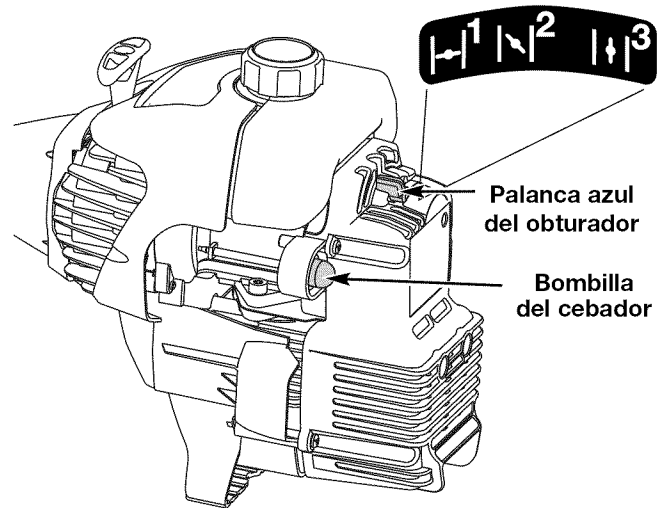

Fig. 10
3. Coloque la palanca azul del obturador en la **Posición 1** (Fig. 10).
SI... el motor titubea, regrese la palanca del obturador a la Posición 2 (Fig. 10) y siga calentándolo.